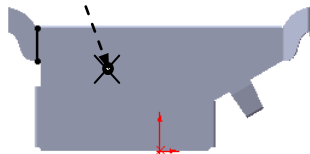
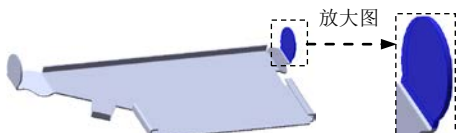
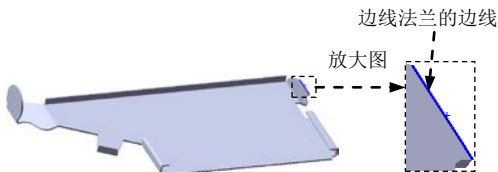

图 6.40 固定侧的位置
图 6.41 边线—法兰 7
图 6.42 边线法兰的边线
③ 选择下拉菜单 **插入(I)** → **退出草图** 命令, 退出草图环境, 此时系统弹出“绘制的折弯”对话框。
(3) 定义折弯固定侧。在图 6.40 所示的位置处单击, 确定折弯固定侧。
(4) 定义钣金参数属性。在 **折弯参数(P)** 区域的 文本框中输入折弯角度 30.0, 在 **折弯位置:** 区域中单击“折弯在外”按钮
(5) 单击 按钮, 完成绘制的折弯 4 的创建。
Step17. 创建图 6.41 所示的钣金特征——边线一法兰 7。
(1) 选择命令。选择下拉菜单 **插入(I)** → **钣金(B)** → **边线法兰(E)...** 命令 (或单击“钣金”工具栏中的“边线一法兰”按钮)。
(2) 定义特征的边线。选取图 6.42 所示的模型边线为生成的边线法兰的边线